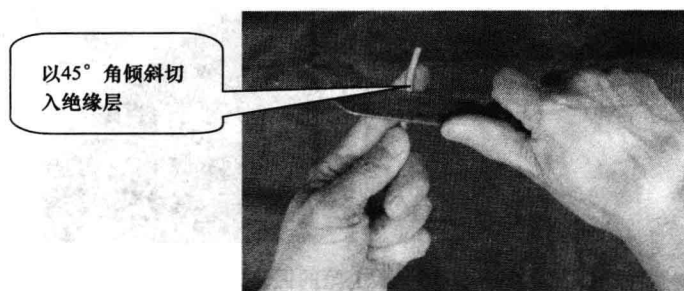

图 1-13 用电工刀进行塑料线单层的剥削方法
(1) 用电工刀剖削电线绝缘层时，可把刀略微翘起一些，用刀刀的圆角抵住线芯。
(2) 导线接头之前应把导线上的绝缘剥除，用电工刀切剥时，先用电工刀以 45° 角度倾斜切入绝缘层，当切近线芯时即停止用力，防止刀口伤着线芯。用电工刀进行塑料线单层剥切时，一手握刀，另一手拿线放在刀刃上，如图 1-13 所示。并用握刀手将导线压在刀刃上，将线在刀刃上推转一周，把刀向导线端部快速移动，即可剥掉绝缘层。
(3) 电工刀的刀刃部分要磨得锋利才好切剥电线，但不可太锋利，太锋利容易削伤线芯。一般采用磨刀石或油磨石磨刀刃，磨好后再把底部磨点倒角，即刃口略微圆一些。